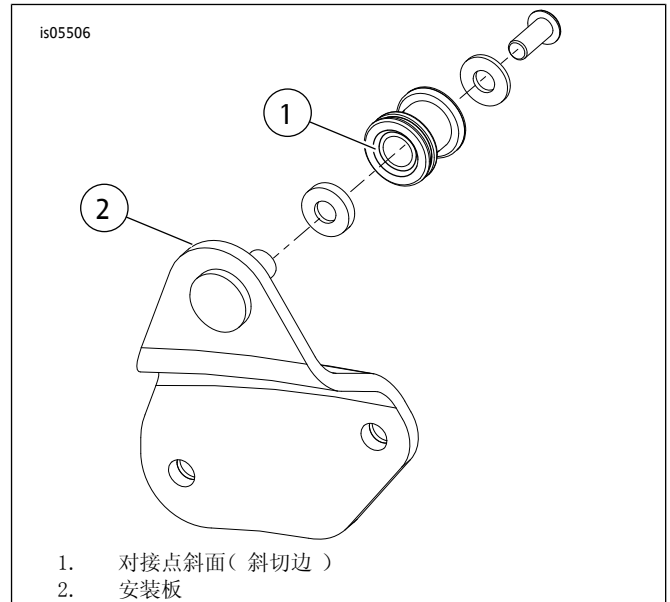

图1。安装对接点
2. 参见图1。将对接点固定至对接板(2)时，必须使斜面(1)朝向对接板、平面朝向外侧。